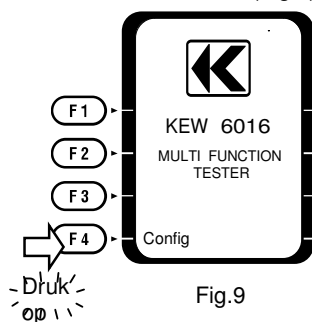

Fig.9
1. Druk op de Config (F4) knop bij het aanschakelen van de KEW6016. (Fig.9)